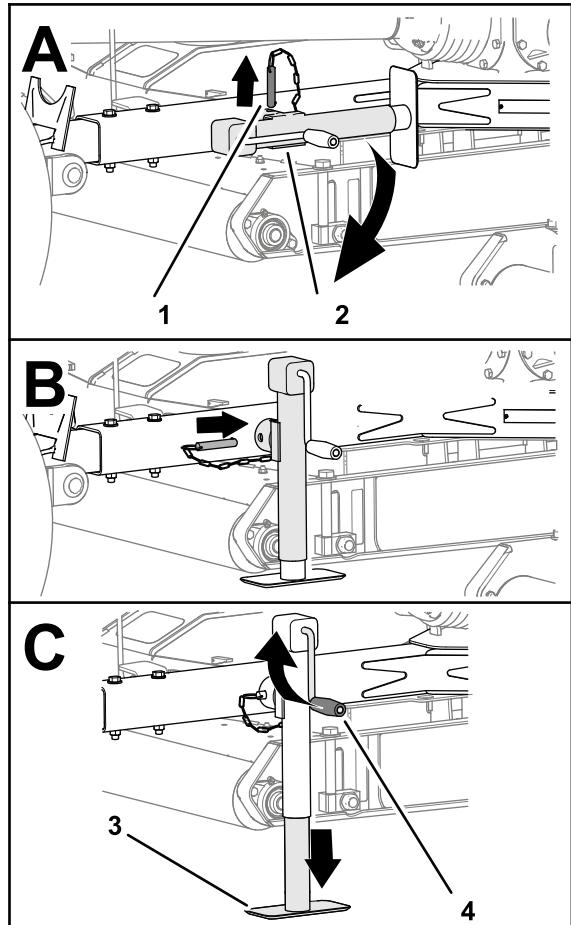

Figure 23
- Retirez la goupille et pivotez le cric de la barre de remorquage à la verticale (Figure 23).
- Alignez le trou de la barre de remorquage et le trou du cric (Figure 23).
- Insérez la goupille dans les trous de la barre de remorquage et du cric (Figure 23).
2. Tournez la manivelle de cric pour relever entièrement l'appui de cric ; voir Figure 23 à la section Utilisation du cric de barre de remorquage \(page 17\).